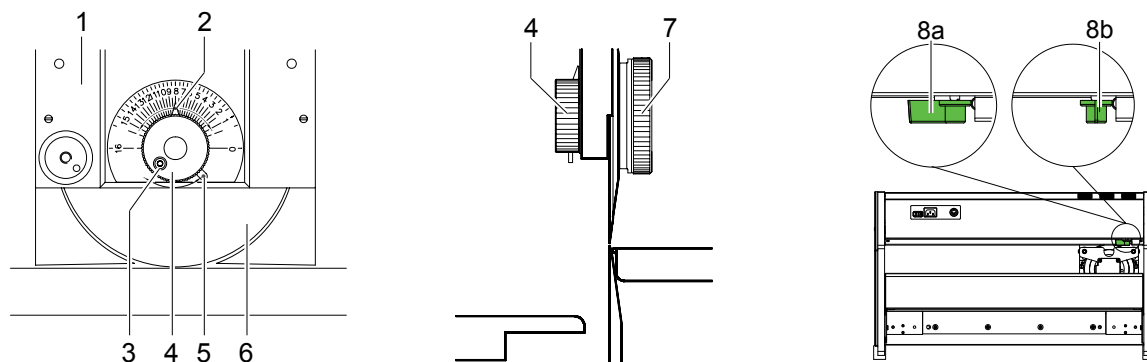

图 9 调整上圆刀停止位置
根据刀片种类（图 9 - 右方）当上圆刀驱动装置经过整个下直刀的长度时所测得的数值与上圆刀测得的数值必须介于 $\pm 0,1\text{mm}$ 或 $0-0,2\text{ mm}$ 之间。
5. 介于上下刀片所测得的位移若大于（图 9 - 右方）所给的数值，请使用附赠的垫圈校正或联络客服专员/该区经销商。